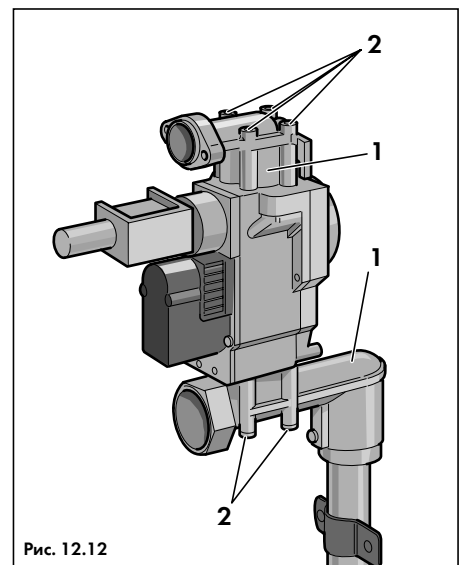

Рис. 12.12
- Отсоединить входной и выходной патрубки газовой арматуры (1, рис. 12.12), вывернув восемь предохранительных винтов (2, рис. 12.12), и установить их на новую газовую арматуру, используя прилагающиеся новые прокладки;